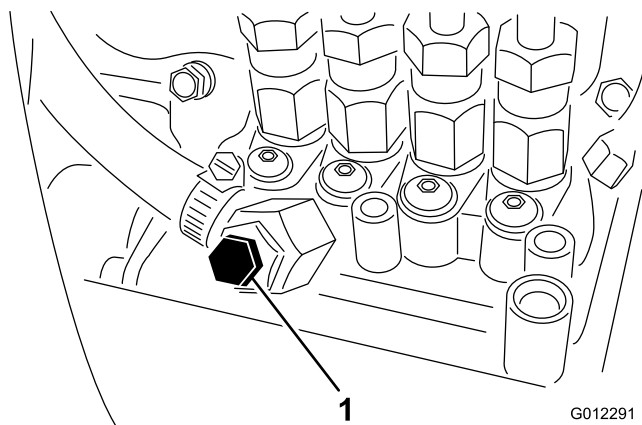

Figure 17
5. Desserrez la vis de purge sur la pompe d'injection (Figure 17).